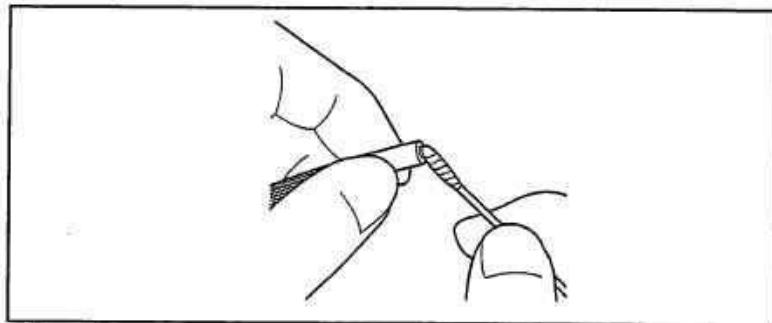
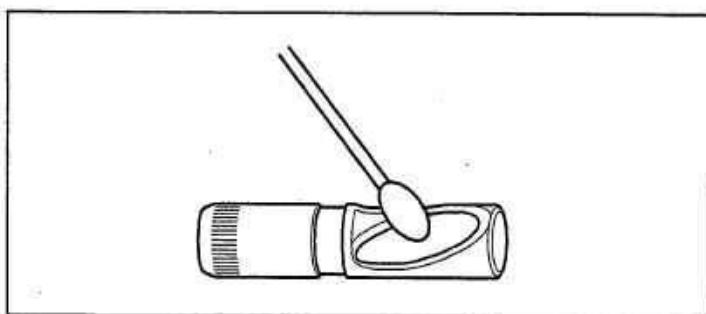

図 3.12
図 3.13
- 側視ミラー・アダプターのミラー面が汚れてないか点検をします。汚れている場合は、付属のレンズクリーニングキットを用いて汚れをきれいにふき取ります（図 3.13 参照）。スコープに装着した状態でミラー面の汚れを拭き取る場合、スコープ先端部の硬質部を持します。（図 3.12 参照）。